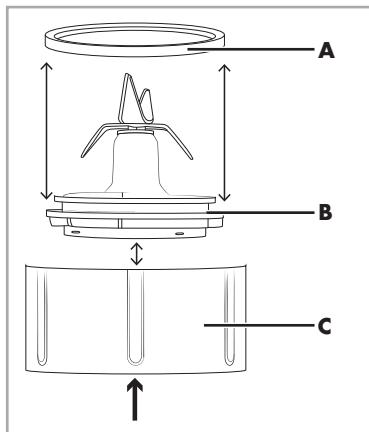

Fig.1: Portacuchillas ④
- Limpie la base ⑤ con un paño húmedo. En caso de suciedad incrustada, añada un poco de jabón lavavajillas suave al paño. Elimine los restos del jabón lavavajillas con un paño humedecido con agua limpia.
- Para limpiar a fondo el aparato, desmonte el portacuchillas ④ (consulte la fig. 1):